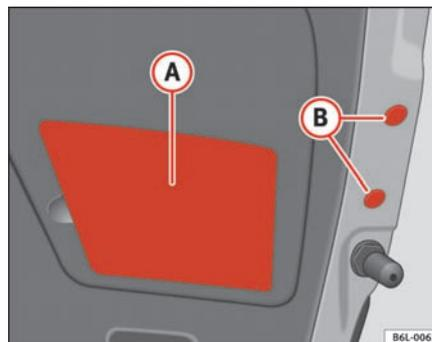

Fig. 161 Luz trasera en el portón
- Retire la cubierta de plástico **(A)** ⇒ página 238, fig. 161 y los tapones de plástico **(B)** ⇒ página 238, fig. 161 haciendo palanca cuidadosamente con la parte plana del destornillador, teniendo cuidado de no rayar la pintura.